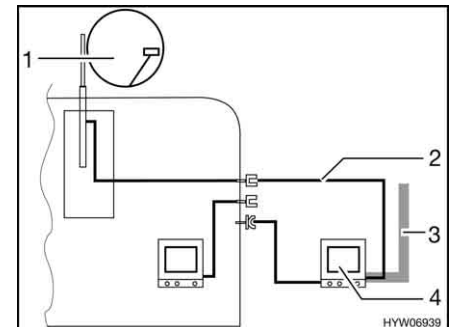

Bild 189 TV im Vorzelt
- TV im Vorzelt (Bild 189,4): Anschluss an Dachantenne (Bild 189,1) mit Verbindungskabel (Bild 189,2)
- TV im Vorzelt (Bild 189,4): Anschluss an externe Antenne (Bild 189,3)